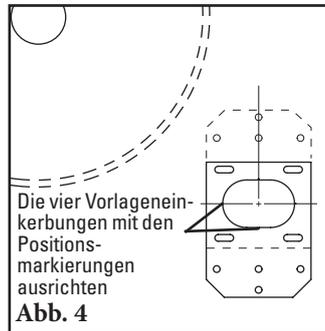

Abb. 4
6. **Position für Versatzwinkel ermitteln.** Um die Position des Versatzwinkels zu ermitteln, die Versatzwinkel-Schablone so anlegen, dass die großen Lochaussparungen mit den Linien an der Übergabetrichterwand ausgerichtet sind (Abb. 4). Beim Anlegen können die Winkellöcher an der Schablone entweder oberhalb oder unterhalb der Y-Markierung positioniert werden.